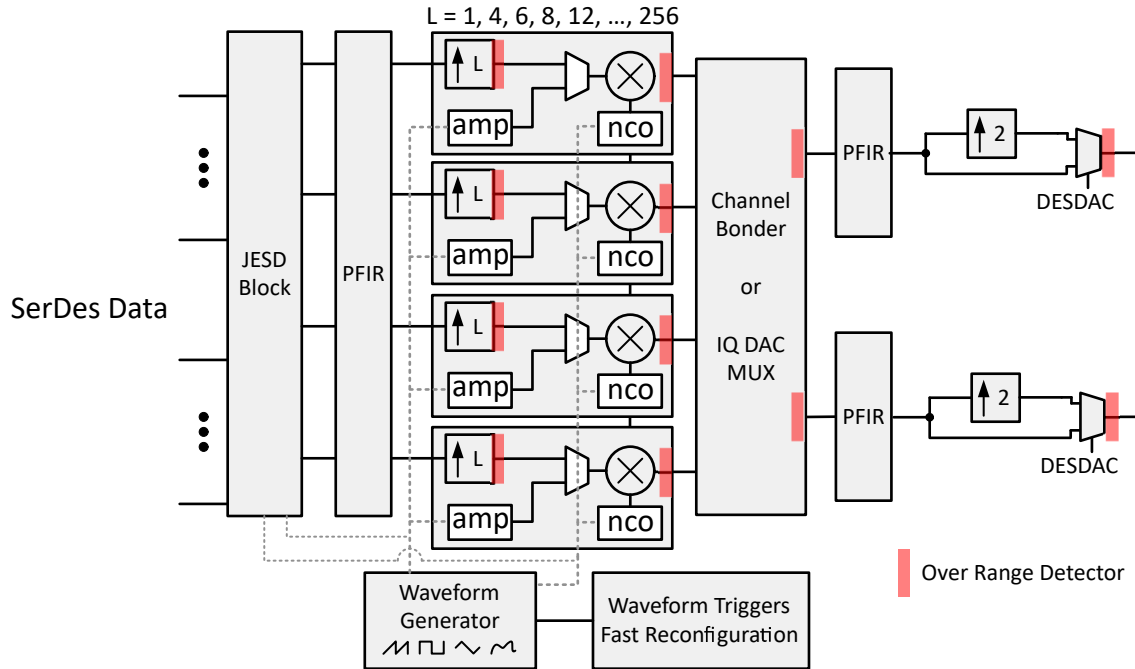

图 7-10. 数字信号处理块
数字信号处理块如图 7-10 所示。该器件包含四个数字上变频器 (DUC) 块，支持四个复数 (IQ) 输入流，这些输入流可以在不同的射频频率下进行组合。可以灵活地分配这四个 DUC 并将其相加，用于通道接合器中的任一 DAC 输出。可设定 FIR 滤波器可用于 DUC 的输入或 DAC 采样速率。最后一个信号处理块是一个额外的 2 倍内插滤波器，用于 DES 模式。